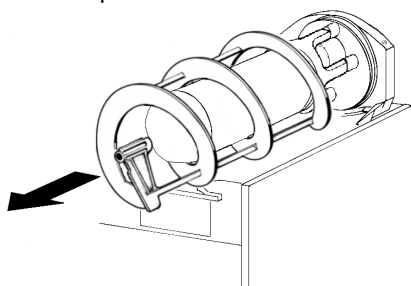

**Bild 4**
- 2 Den Behälter abmontieren. Dazu den unteren Teil (auf der Seite des Hahns) leicht nach oben drücken, um die unteren Befestigungshaken zu lösen (Bild 4) und den Behälter